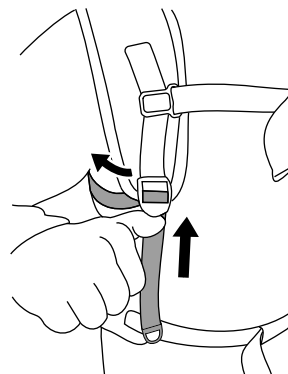

Figura 13
- Se as correias de ombro ou as correias do elevação de carga estiverem demasiado apertadas, empurre os ajustadores para cima para alongar a correia (Figura 13).